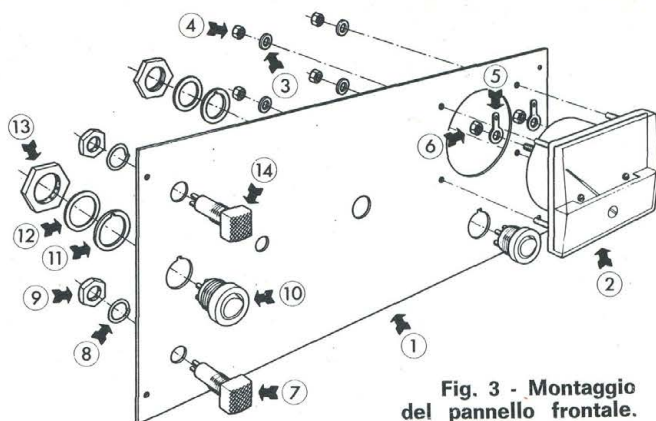

Fig. 3 - Montaggio del pannello frontale.
La fig. 3 fornisce ogni indicazione per l'assemblaggio delle parti meccaniche del pannello frontale (1) e cioè: